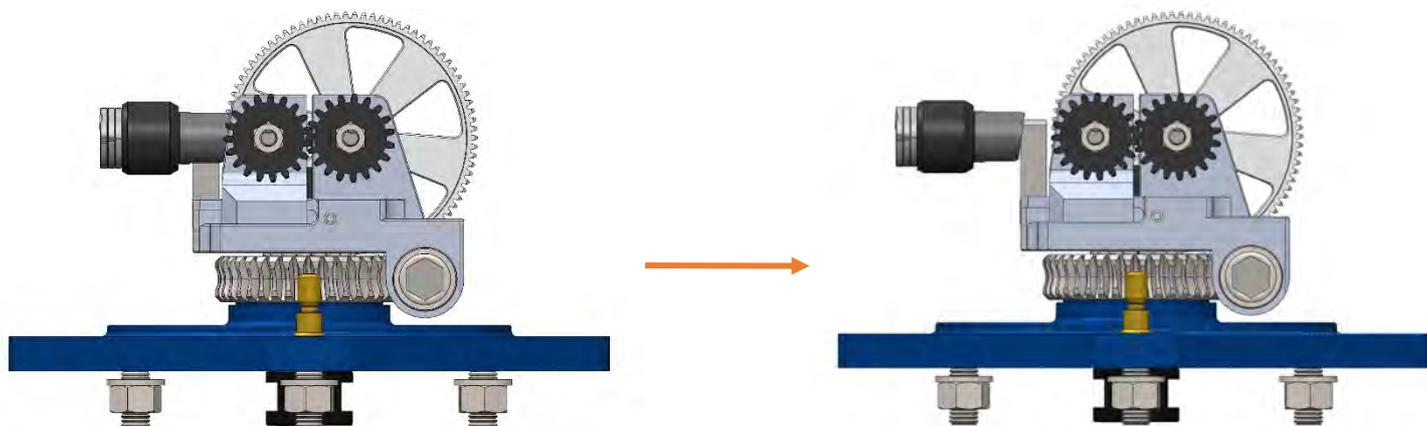

Figure 27
2. Dévissez la molette jusqu'à ce qu'elle atteigne la position limite. Figure 27;